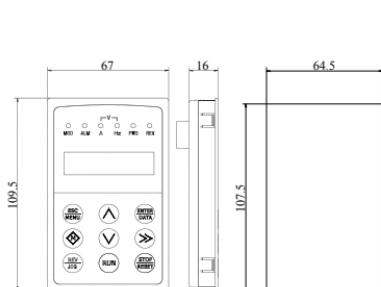

Рис.2-7 Монтажные размеры пульта управления
- Наружный ввод дистанционного пульта управления EN-LCD2 не поддерживает установку держателя пульта, а только вмонтированный каркас с монтажными размерами согласно Рис.2-7.